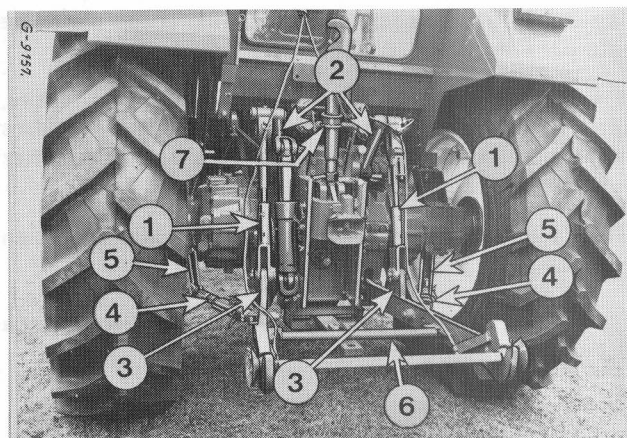

Figure 40
- a) Bloquez verticalement en calant les deux tringles de relevage (1) Fig. 40, dans les extensions (3).